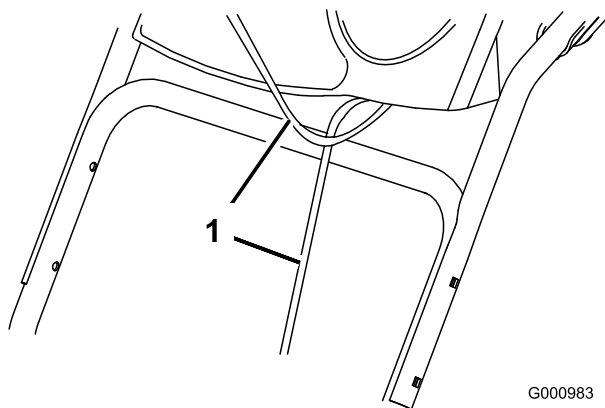

Рисунок 4
1. Поднимите и поверните верхнюю рукоятку, поставив ее над нижней рукояткой (Рисунок 4).